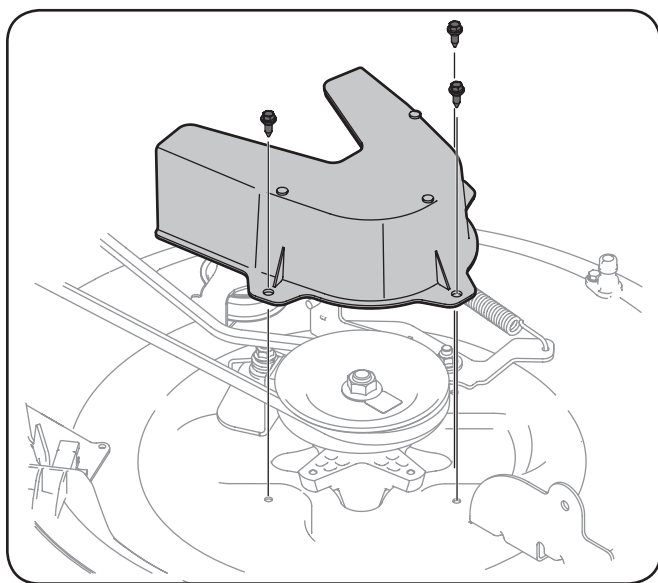

Figure 7-5
5. Enlevez le couvercle de la courroie en retirant les trois boulons qui servent à le fixer au plateau de coupe. Voir Figure 7-5.